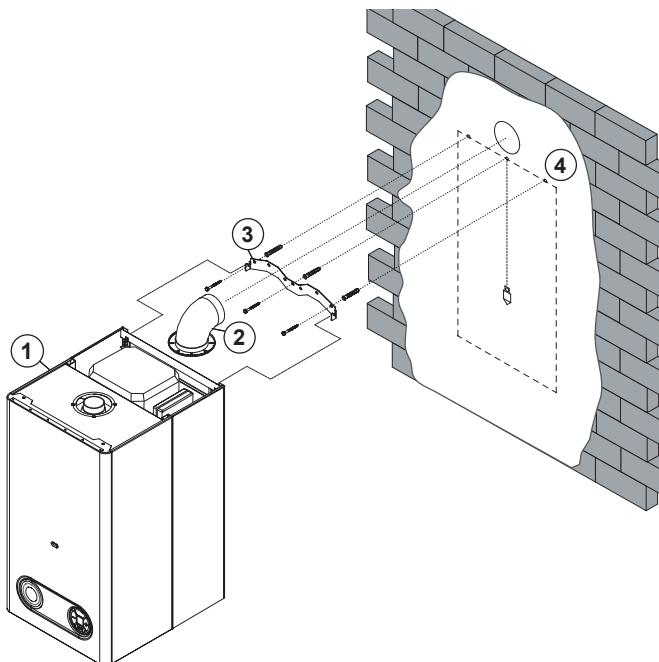

рис. 12
Порядок навески (рис. 12):
1. Для закрепления подвесной планки (входит в комплект поставки котла) котла на навесной стене обозначте линией верхнюю грань котла (рис. 12, поз. 4). Используйте уровень водянной.
2. На обозначенную линию приложите подвесную планку (рис. 12, поз. 3) и через её отверстия обозначте пункты. Последовательно просверлите соответствующие отверстия для хомутов. Установите хомуты в просверленные отверстия, установите подвесную планку а как следуют её зацепите при помощи винтов.
3. Если должен устанавливаться вариант котла с принудительным отводом продуктов горения (КТЗ), то в случае вывода непосредственно на фасад (рис. 12, поз. 2) обмерите отверстие для прохода соосных труб (смотри присоединительные размеры котла).